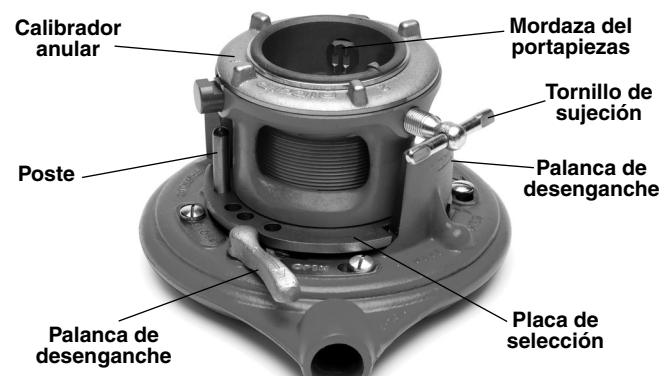
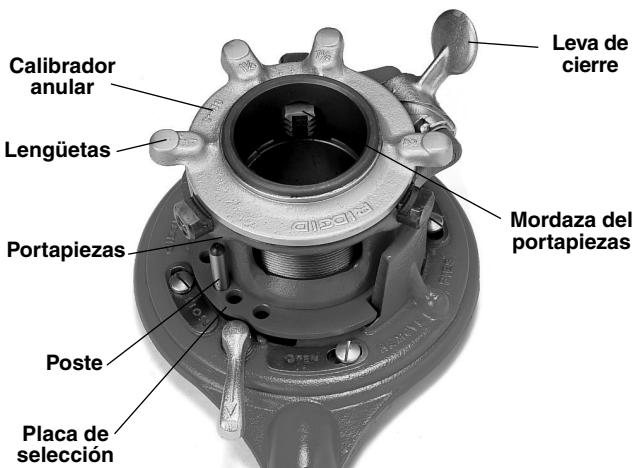

Figura 1 – Roscadora 65R-C
Figura 2 – Roscadora 65R-TC
- Asegure el portapiezas en torno al tubo apretando el tornillo de sujeción (*Figura 1*) o la leva de cierre (*Figura 2*).
1. Ponga la Roscadora en la posición que se muestra en la *Figura 1* y desatornille el portapiezas hacia arriba hasta que la placa de selección haya franqueado el poste. Gire la palanca de desenganche a la posición de OPEN (abierta).